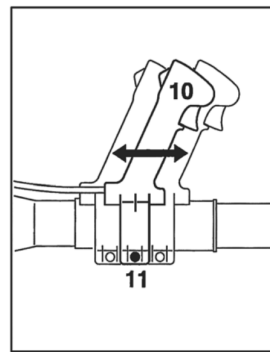

Figura 2
- Agora gire o tubo de extensão no sentido anti-horário até que a marcação de pontos fique na mesma direção da alavanca de controle (ver figura 2).